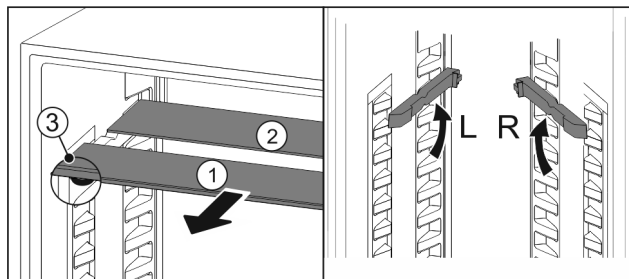

Fig. 48
- ▶ Húzza ki Fig. 48 (1) előre az üveglapokat egyesével.
- ▷ Az üveglap Fig. 48 (1) a díszléccel előre néz.
- ▷ Az ütközők Fig. 48 (3) lefelé mutatnak.